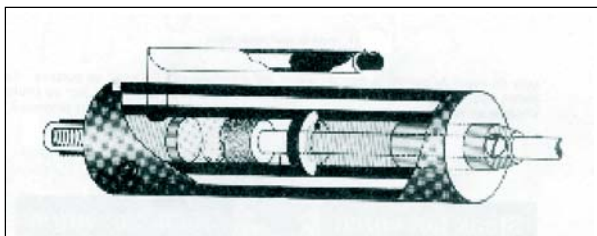

Fig 4-20. Recuperador de volta em bateria
**c. Recuperador de volta em bateria** (Fig 4-20) - O recuperador de volta em bateria está localizado abaixo do freio de recuo da direita. Quando da volta em bateria, o nitrogênio é comprimido do cilindro interior para o cilindro exterior. A fim de realizar a volta em bateria, o gás comprimido no cilindro exterior retorna ao cilindro interior empurrando o pistão para frente e pela ligação da haste do pistão com o anel da culatra, o tubo volta em bateria. O isolamento do nitrogênio é realizado por 2 (duas) câmaras a óleo, que devem ser controladas pelo At. A